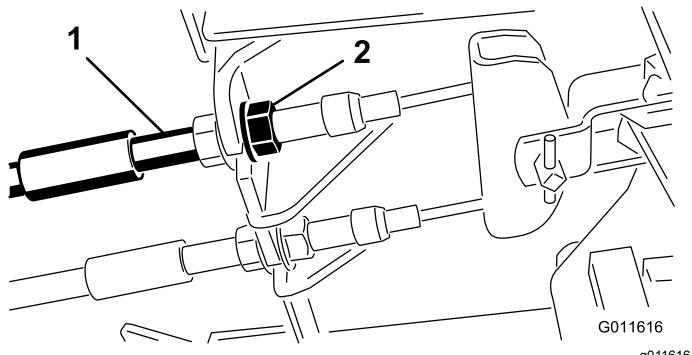

Figure 83
1. Pour réduire la garde aux pédales de frein, serrez les freins en desserrant l'écrou avant sur l'extrémité filetée du câble de frein (Figure 83).